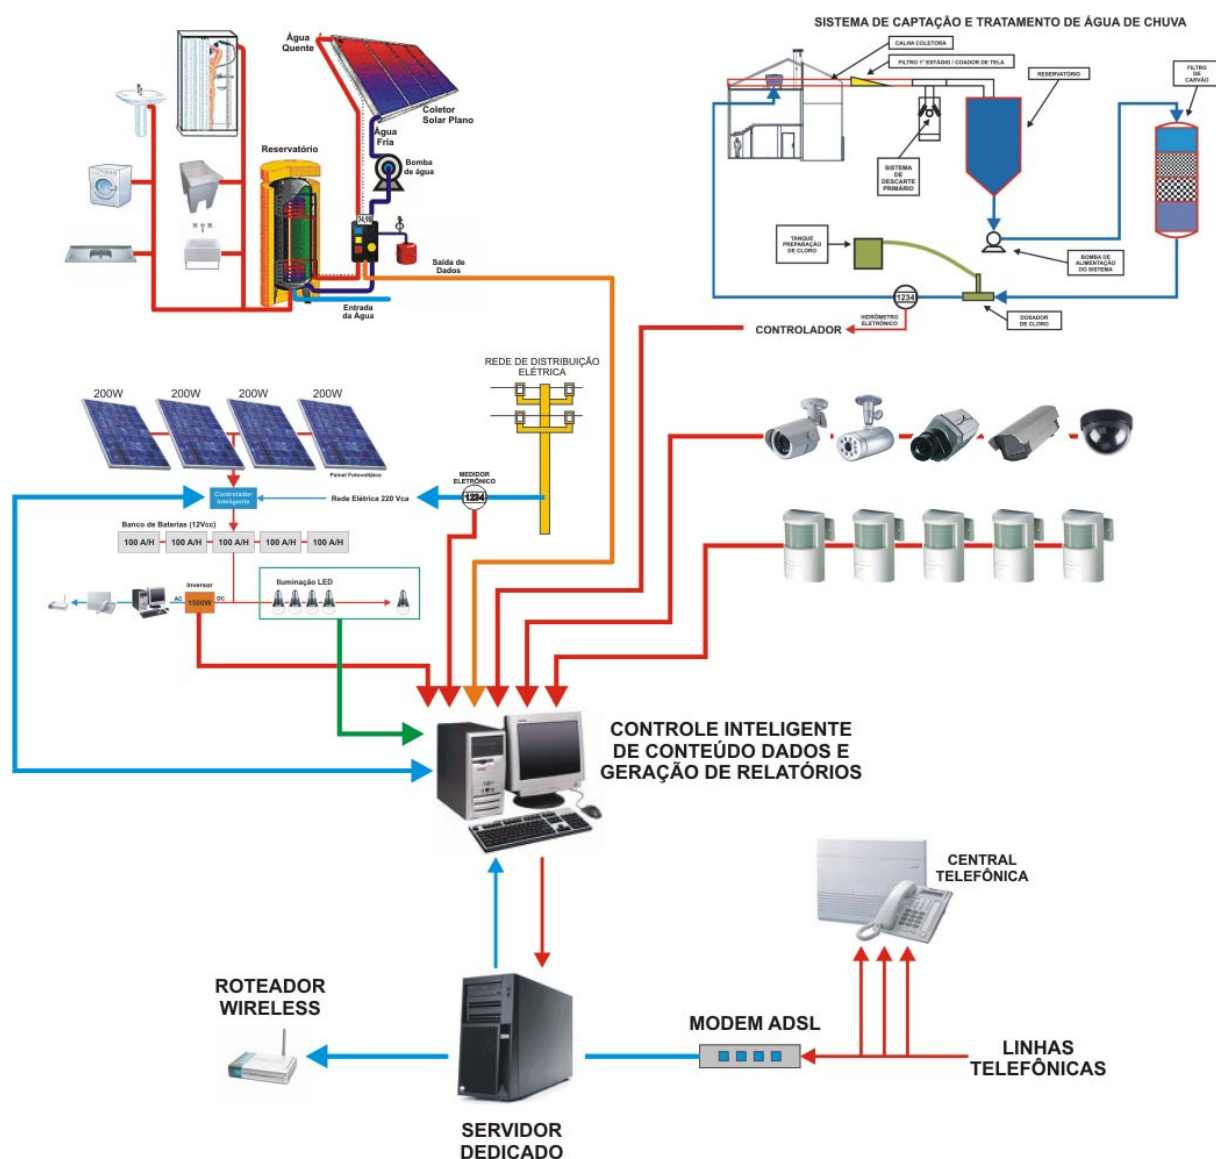

Figura 2 - Visão global do Sistema Controlador / Supervisor Inteligente
c) Geração de Relatórios – O Controlador Geral será responsável pela emissão de relatórios semanais de produtividade e economia. Todo este controle tem por finalidade, comprovar a eficiência gerada pela instalação dos equipamentos e métodos de sustentabilidade adotados neste projeto (Figura 2).
- d) **Controle Inteligente de Conteúdo de Dados** – Todo conteúdo oriundo de redes de dados (Internet) será supervisionada por um provedor dedicado e distribuída através de redes *Wireless* de alto desempenho (Figura 2).